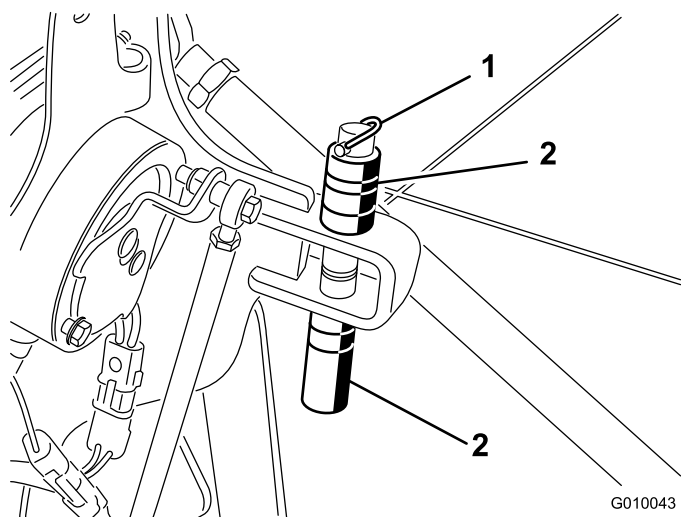

Figura 29
1. Retire el pasador de seguridad que retiene los espaciadores y los bulones de profundidad (Figura 29).